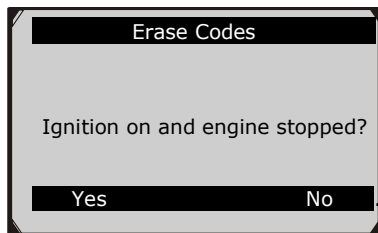

Figura 5.6
- 2) Un mensaje de advertencia aparece pidiendo su confirmación. (Figura 5.6)